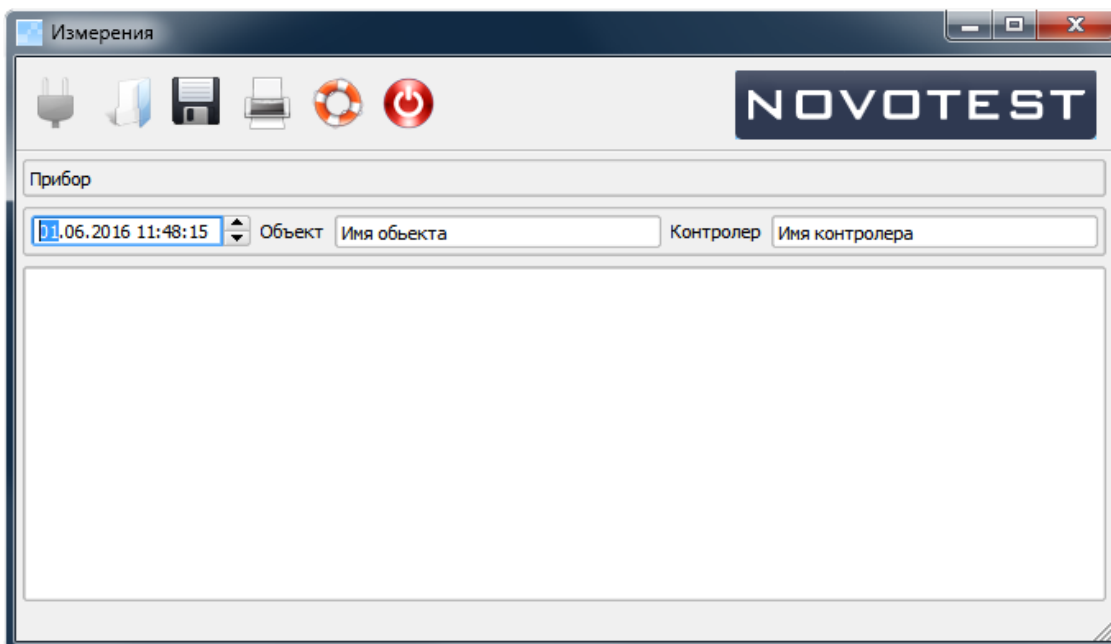

Рисунок 2.15 – Программа ControlReport
6. Запустить программу, для этого открыть папку с программой («ControlReport_RU_new») и запустить ее открыв файл «ControlReport.exe» (рис. 2.15);